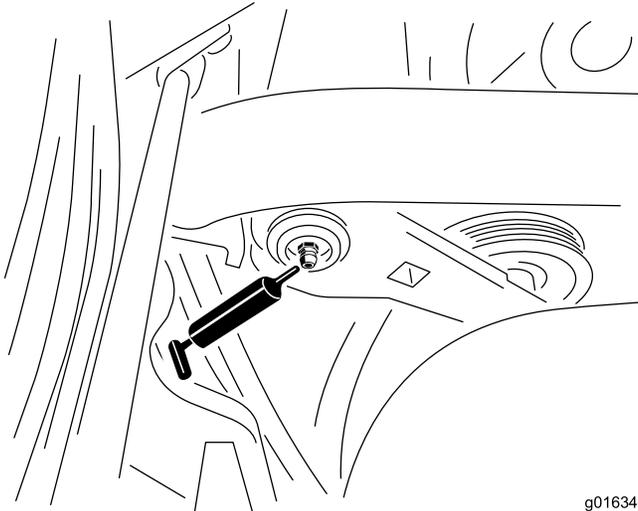

Figura 43
1. Limpe o copo de lubrificação para impedir a infiltração de resíduos nas bielas e buchas (Figura 43).